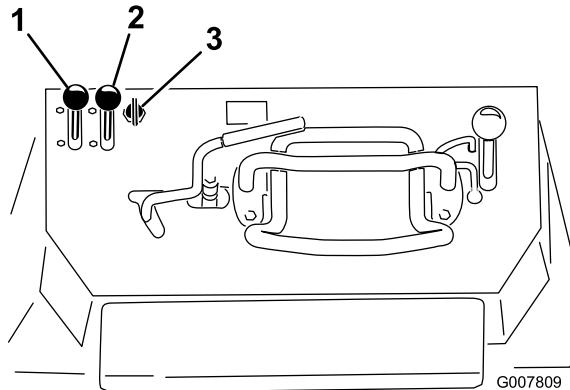

Figura 19
1. Mueva la palanca del acelerador a un punto intermedio entre las posiciones Lento y Rápido (Figura 19).
2. Mueva la palanca del estárter a la posición de Abierto (Figura 19).
- Modelo 22971: gire la llave a la posición de marcha (Figura 19). Cuando el motor arranque, suelte la llave.
4. Mueva la palanca del estárter a la posición de Cerrado (Figura 19). Si el motor se cala o funciona
5. Mueva la palanca del acelerador a la posición deseada (Figura 19).
1. Mueva la palanca del acelerador a la posición de Lento (Figura 19).
3. Gire la llave a Desconectado (Figura 19).